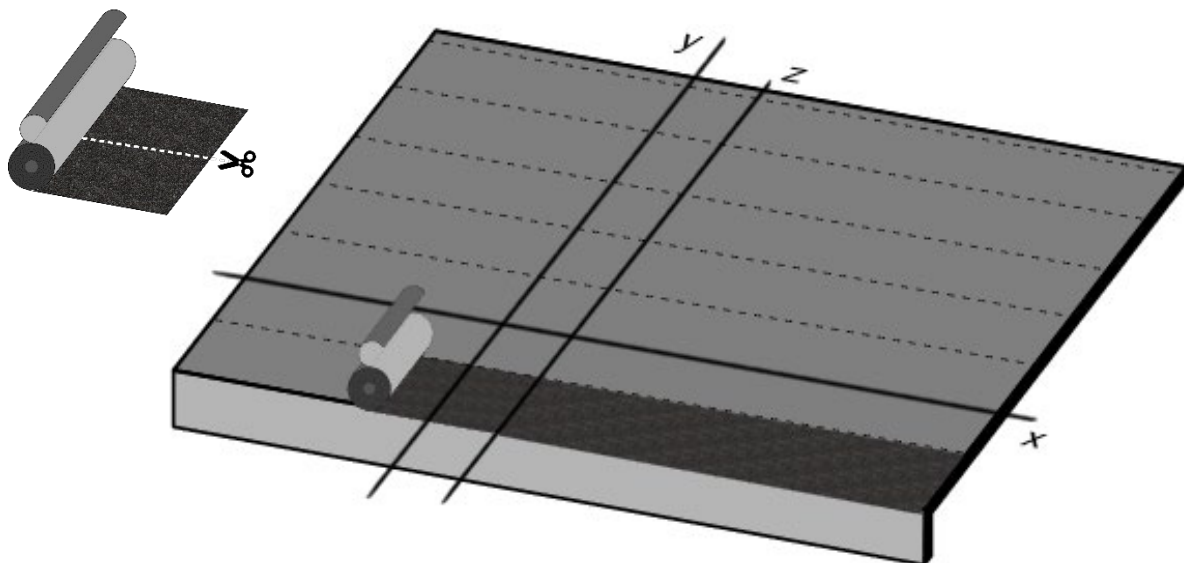

Fig. 20 - Posa della fila di partenza
- Posare la fila di partenza sopra alla membrana bituminosa già installata, allineando il bordo superiore all'orizzontale tracciata a 16 cm dalla linea di gronda - Fig. 20.